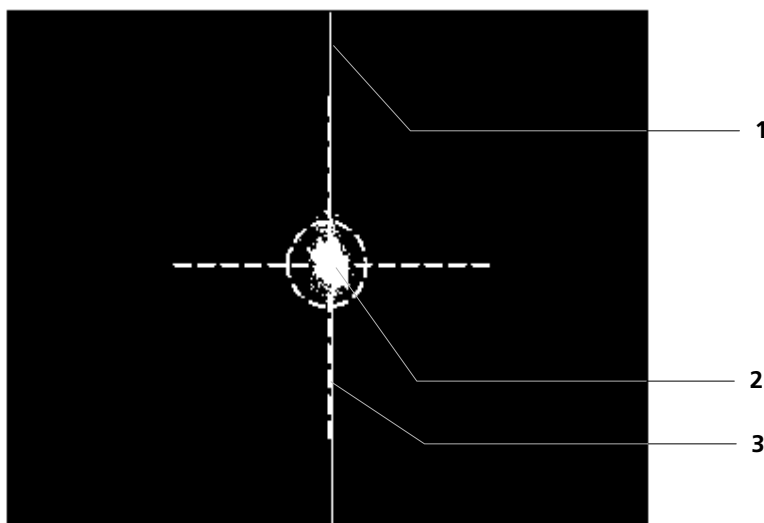

Abb. 16 Videobild des Auges bei richtig eingestelltem Gerät
Im Gerät wird eine andere Vergrößerung eingestellt; es sind ein kleinerer Ausschnitt des Auges mit dem Reflex des Justierlichtes (**2**, Abb. 16) und ein senkrechter Strich (**1**, Abb. 16) zu sehen.
- Der Patient wird aufgefordert, auf das rote Fixierlicht zu schauen. Auf dem Display wird ein Fadenkreuz (**3**, Abb. 16) mit einem Kreis in der Mitte angezeigt.
Bei stärker getrübbten Linsen kann es von Vorteil sein, das Gerät zu defokussieren. Der Reflex (**2**, Abb. 16) kann so groß wie der Kreis auf dem Display gewählt werden. Sind dann immer noch keine Messungen möglich, kann wieder fokussiert werden und durch Höhenvariation (Drehen des Joysticks) der Reflex an den unteren und/oder oberen Rand des Kreise auf dem Display gestellt werden.